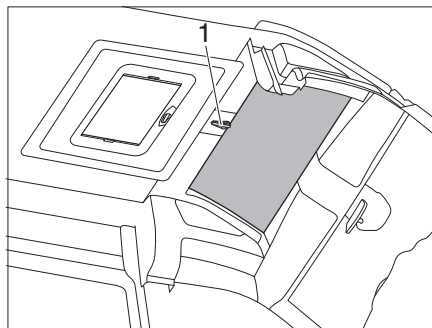

Bild 76 SkyRoof®
- Abrir el pestillo y la manivela (Bild 76,1) media vuelta.